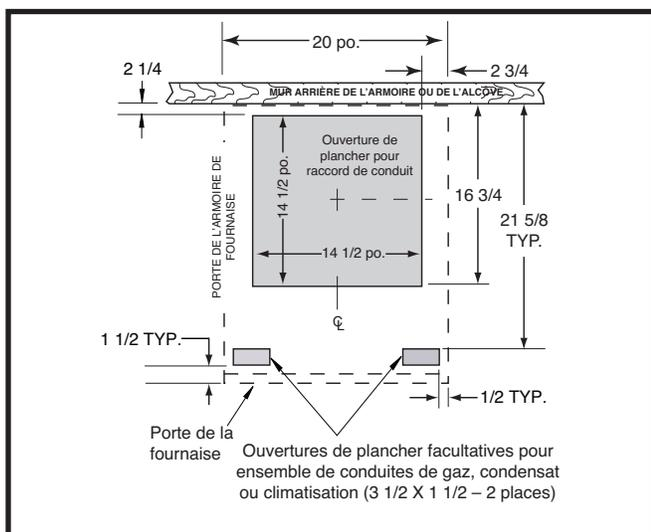

Figure 10. Dimensions de l'ouverture de plancher
- Mesurez à partir du mur arrière ou de l'alcôve et marquez la ligne centrale du trou dans le plancher. En utilisant la ligne centrale comme point de départ, tracez le reste du trou pour les conduits en fonction des dimensions données dans la Figure 10.
REMARQUE IMPORTANTE : Les ouvertures dans le plafond et le toit doivent être positionnées soigneusement pour prévenir les erreurs d'alignement entre la fournaise, les conduites d'air de combustion et les conduites d'évacuation. Voyez la Figure 10.